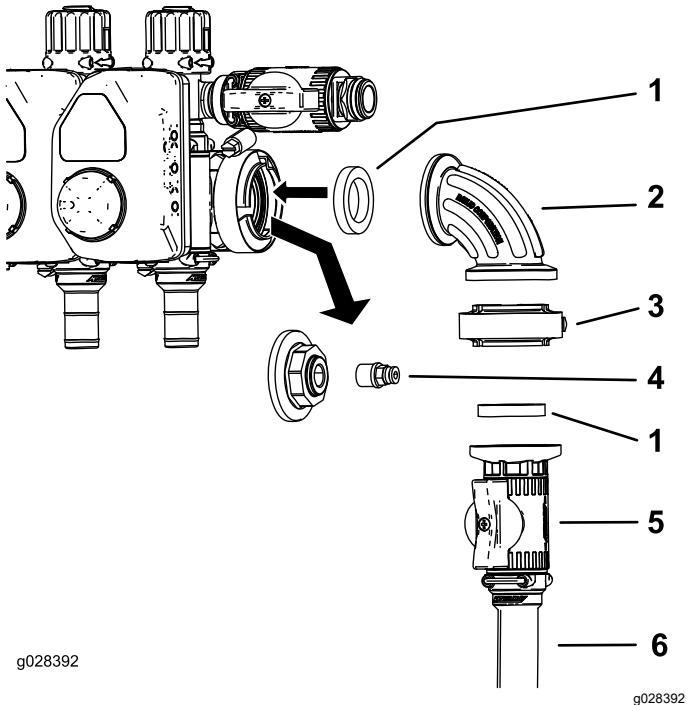
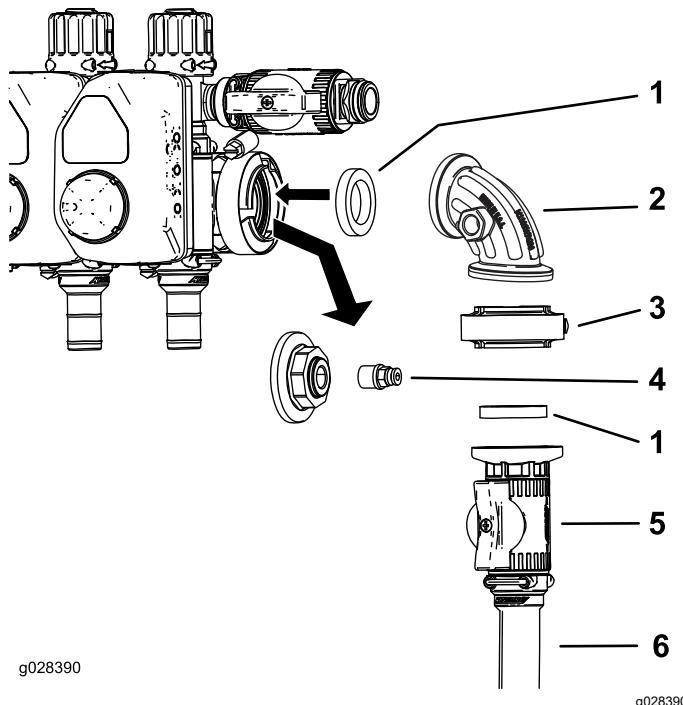

図 7
図 8
1. 水圧ゲージポートにエンドキャップとカップラを固定しているフランジクランプを外す 図 7 または 図 8。
2. エンドキャップからカップラを外す図 7 と図 8。
3. 制御バルブアセンブリを図 7 または図 8 のように取り付ける。
4. 90度フィッティングの空いているポートにカップラを取り付ける図 7 または図 8。
- 注** マルチプロ 1750 と WM の 90 フィッティングの側面についているポートは図 7 では前側にあります図示していません。
5. ホースクランプを使って、ホースリール給液ホースを、制御バルブに取り付ける図 7 または図 8。